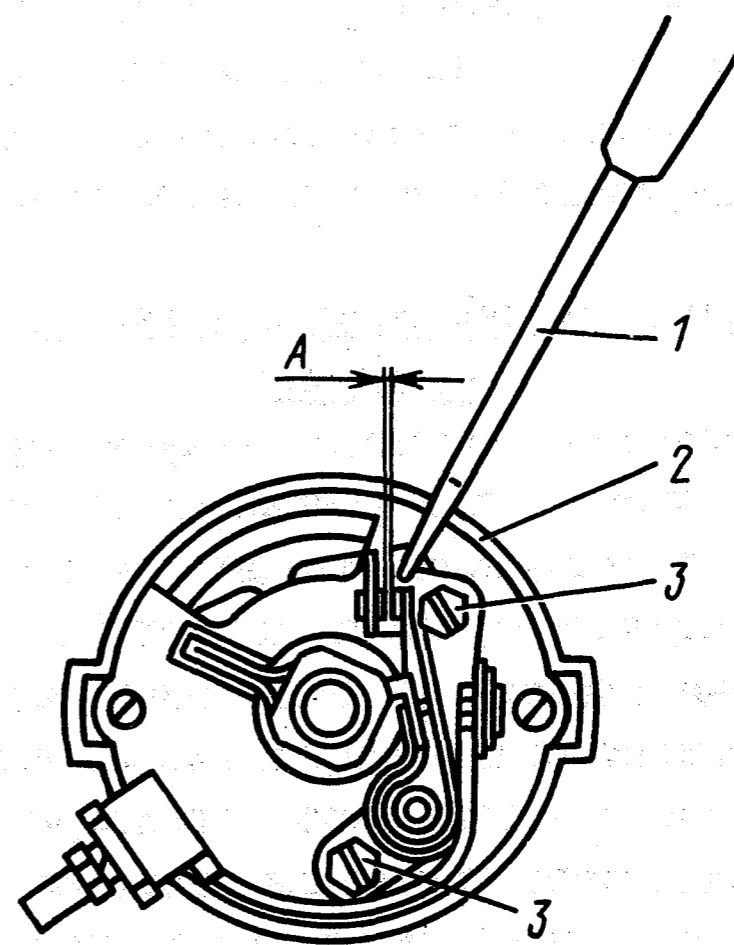

Рис. 226. Регулировка зазора между контактами распределителя:
4. Если зазор больше или меньше 0,4–0,5 мм, надо ослабить стопорные винты 3 (рис. 226) крепления контактной панели, вставить отвертку в специальную прорезь и, поворачивая отвертку, установить нормальный зазор.